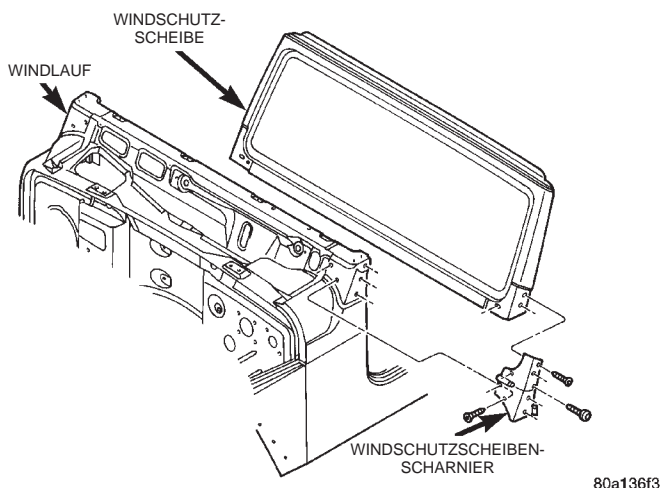

Abb. 9 Windschutzscheibenscharnier
(1) Tür abbauen.
(2) Befestigungsschrauben lösen, mit denen das Scharnier am Windlauf befestigt ist (Abb. 9).
(3) Befestigungsschrauben lösen, mit denen das Scharnier am Windschutzscheibenrahmen befestigt ist.
(4) Scharnier aus dem Fahrzeug nehmen.